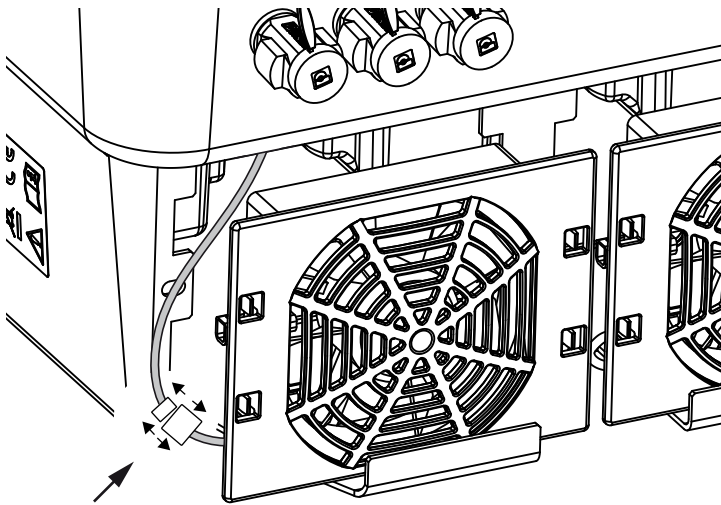

Fig. 75 : déconnexion du câble du ventilateur
4. Enlever entièrement le ventilateur du boîtier. Pour cela, détacher le connecteur enfichable du câble du ventilateur. **Fig. 75**